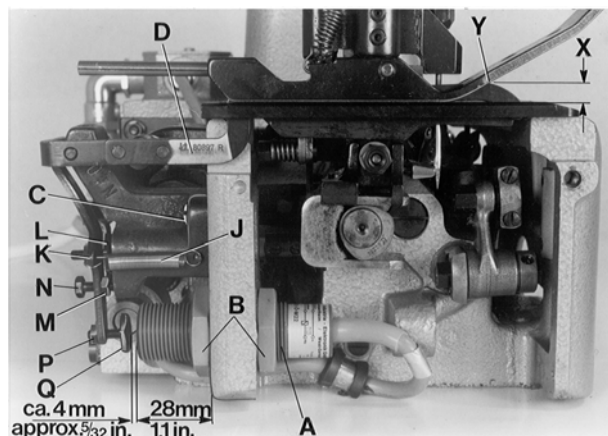
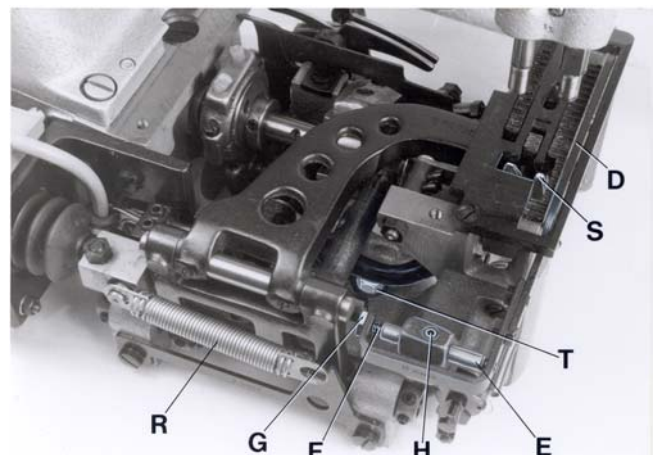

Fig. 14
Fig. 15
Remove cloth plate and left end cover. Mount the electronic proximity switch (A, Fig. 14) to the dimension of 28 mm (1.1"), as shown in Fig. 14.
The feeler (D, Figs. 14 and 15) is adjusted initially with the two fastening screws (C, Fig. 14) for the feeler support bracket. The feeler (D, Figs. 14 and 15) should not have any lateral play but should turn readily. For this, adjust the centering shaft (E, Fig. 15) with centering screw (F) and lock nut (G) accordingly. Loosen screw (H, Fig. 15) and center the feeler (D) in the throat plate and presser foot slot, by moving the centering shaft (E) laterally. The feeler must turn readily. Retighten screw (H).
Hang in tension spring (J, Fig. 14).
The feeler should be set as high as possible. The dimension (X, Fig. 14) between upper throat plate surface and upper edge of feeler at the bag entrance zone, should not be less than 7 mm (.270") on styles 80800R, RL, S and SL, and not less than 7 mm (.290") on styles 80800TL, TAL, U, UA, UL and UAL.
For adjustment loosen nut (K, Fig. 14) and turn-off screw (L), so that the head of screw does not contact the magnet in the feeler support bracket. Loosen nut (M) and turn the feeler stop screw (N) in or out, as required, to adjust the correct feeler height.
NOTE: When the presser foot rests on the throat plate (feed dog below throat plate), the distance between upper edge of feeler and lower edge of the feeler slot cut-out in the presser foot (see Y, Fig. 14) should be approx. 1 mm (.040") on styles 80800R, RL, S and SL, and approx. 2 mm (.080") on styles 80800TL, TAL, U, UA, UL and UAL.
Secure the set feeler height with lock nut (M, Fig. 14).
Remueva la tapa principal y la tapa final izquierda. Coloque el interruptor de aproximación (A, Fig.14) en una distancia de 28 mm (1.1") como se demuestra en la Fig. 14.
El palpador (D, Figs. 14 y 15) esta fijado inicialmente con dos tornillos (C, Fig. 14) a su soporte. El palpador (D, Figs. 14 y 15) no puede tener juego lateral, pero debe girar libremente. Para esto ajuste adecuadamente el eje central (E, Fig. 15) con el tornillo para centrar (F) y la contra-tuerca (G).
Suelte el tornillo (H, Fig. 15) y centre el palpador (D) en las ranuras de la placa de aguja y del pie moviendo el eje central (E) lateralmente. El palpador debe girar libremente. Apriete el tornillo (H) otra vez. Coloque el resorte (J Fig. 14).
El palpador tiene que ser colocado tan alto como sea posible. La distancia (X, Fig. 14) entre la superficie superior de la placa de la aguja y el borde superior del palpador en la parte donde entra el saco no debería ser menor a una distancia de 7 mm (.270") para maquinas 80800R, RL, S y SL y no menor a 7,5 mm (.290") para maquinas 80800 TL, TAL, U, UA, UL y UAL.
Para este ajuste suelte la tuerca (K, Fig. 14) y gire el tornillo (L) tanto hacia atrás hasta que la cabeza del tornillo no pueda tocar más el imán en el perno fijador del imán. Suelte la tuerca (M) y gire el tornillo tope del palpador (N) adecuadamente hasta que logre la altura correcta del palpador.
NOTA: Cuando el pie prensa-tela reposa en la placa de la aguja (con el transportador debajo de la placa de la aguja), debería haber una distancia de aprox. 1 mm (.040") para maquinas 80800R, RL, S y SL y aprox. 2 mm (.080") para maquinas 80800TL, TAL, U, UA, UL y UAL entre el borde superior del palpador y el borde inferior del sacado para el palpador en el pie prensa-tela (vea Y Fig. 14).
Asegure la altura del palpador con la contra-tuerca (M, Fig. 14).
The switching pressure on the feeler is set with screw (K, Fig. 14).
NOTE: The closer the head of screw (K, Fig. 14) to the magnet the higher the switching pressure on the feeler. Secure the position of screw (K) with lock nut (L).
The electrical switching point of the proximity switch (A, Fig. 14) is determined by screw (Q, Fig. 14). The distance between screw head and the face of the proximity switch is approx. 4 mm (5/32") (see Fig. 14), when the feeler is in home position. This distance of 4 mm (5/32") is not exactly the same for all switches. Connect the machine electrically. With feeler in home position set the proper switching point as follows:
Loosen nut (P, Fig. 14). Turn screw (Q) away from switch, until the switch switches on. Then turn screw (Q) slowly towards the switch, until the switch switches off. Now turn screw (Q) a further 1/2 turn towards the switch. Secure this position of screw (Q) with lock nut (P).
When the solenoid on styles 80800R and S or the air cylinder on styles 80800RL and SL for the chain cutter (S, Fig. 15) is not activated and the chain cutter is in its home position below the throat plate, the knife tips of the chain cutter (S) should be positioned 0.5 mm (.020") below the throat plate top surface.
To obtain this setting, adjust the knife lever stop screw with lock nut (T, Fig. 15) in the bottom of the bed casting accordingly. The slotted thread end of screw (T) is accessible from the bottom of the bed casting for adjustment.
In cutting position, above the throat plate, the cutting edges of the chain cutter (S, Fig. 15) should overlap by 0.3 mm (.012") to assure a proper thread chain cutting.
On styles 80800R and S with solenoid operated chain cutter the core of solenoid (C, Fig. 16) must rest firmly on the solenoid (D) while adjusting the overlapping of the knife cutting edges of the chain cutter. Unhook pull-back spring (R, Fig. 15) and press the solenoid rod against the solenoid until the core of solenoid (C, Fig. 16) butts on the solenoid (D). Loosen nut (A, Fig. 16) and move clamp (B) on the solenoid rod to the left or right, until the cutting edges overlap approx. 0.3 mm (.012"). Retighten nut (A) and replace pull-back spring (R, Fig. 15).
La presión del interruptor en el palpador se ajusta con el tornillo (K, Fig. 14).
NOTA: Cuánto más cerca se encuentre la cabeza del tornillo (K, Fig. 14) al imán, tanto mayor es la presión del interruptor en el palpador. Asegure la posición del tornillo (K) con la contra-tuerca (L).
El punto de activación del interruptor de aproximación (A Fig. 14) esta determinado con el tornillo (Q, Fig. 14). La distancia entre la cabeza del tornillo y el frente del interruptor es de aprox. 4 mm (5/32") (vea Fig. 14) cuando el palpador esta en su posición básica. Esta distancia no es exactamente igual para todos los interruptores. Conecte la máquina eléctricamente. El punto exacto de la activación se ajusta de la siguiente manera: Suelte la tuerca (P, Fig. 14). Gire el tornillo (Q) alejándolo del interruptor hasta que el interruptor se active. Después gire el tornillo (Q) hacia el interruptor hasta que el interruptor se apague. Después gire el tornillo (Q) 1/2 vuelta más en sentido hacia el interruptor. Asegure esta posición del tornillo (Q) con la contra-tuerca (P).
Cuando el solenoide en las maquinas 80800R y S y en las maquinas 80800RL y SL el cilindro neumático de la tijera (S, Fig. 15) para la cadeneta no esté activado y la tijera esté en su posición básica debajo de la placa de la aguja, los bordes superiores de las cuchillas de la tijera deberían encontrarse aprox. 0,5 mm (.020") debajo de la placa de la aguja.
Ajuste para esto el tornillo tope para la tijera con la contra tuerca (T, Fig. 15) en el fondo de la cama de la maquina. En posición de corte encima de la placa de aguja, las cuchillas de la tijera (S, Fig. 15) deberían solaparse aprox. 0,3 mm (.012") para asegurar un corte limpio de la cadeneta.
En las maquinas 80800R y S con la tijera activada por solenoide, el nucleo del solenoide (C, Fig. 16) tiene reposar firmemente contra el solenoide mientras se ajuste el solapado de la hojas de la tijera. Suelte el resorte (R, Fig. 15) y presione el perno del solenoide contra el solenoide hasta que el nucleo del solenoide (C, Fig. 16) este plano con el solenoide (D). Suelte la tuerca (A, Fig. 16) y mueva la abrazadera (B) en el perno del solenoide hacia la izquierda o derecha, hasta que las hojas de la tijera se solapan aprox. 0.3 mm (.012"). Apriete la tuerca (A) otra vez y coloque el resorte (R, Fig. 15).
On styles 80800U and UA with solenoid operated taper cutter, the core of solenoid (C, Fig. 16) must rest firmly on the solenoid (D, Fig. 16) while adjusting the overlapping of the knife cutting edges of the tape cutter. Unhook pull-back spring (R, Fig. 15) and press the solenoid rod against the solenoid until the core of solenoid (C, Fig. 16) butts on the solenoid. Loosen nut (A, Fig. 16) and move clamp (B, Fig. 16) on the solenoid rod to the left or right until the cutting edges overlap approx. 0.3 mm (0.012 in.). Retighten nut (A) and replace pull-back spring (R, Fig. 15).
En las máquinas 80800U y UA con cortador de cinta activado por solenoide, el núcleo del solenoide (C, Fig. 16) tiene que reposar firmemente contra el solenoide (D, Fig. 16) mientras se ajusta el solapado de las hojas cortantes del cortador. Suelte el resorte (R, Fig. 15) y presione el perno del solenoide contra el solenoide hasta que el núcleo del solenoide (C, Fig. 16) reposa contra el solenoide. Suelte la tuerca (A, Fig. 16) y mueva la abrazadera (B, Fig. 16) en el perno del solenoide hacia la izquierda o la derecha hasta que los bordes cortantes del cortador se solapan aprox. 0.3 mm (0.012"). Apriete la tuerca (A) y coloque el resorte (R, Fig. 15) otra vez.